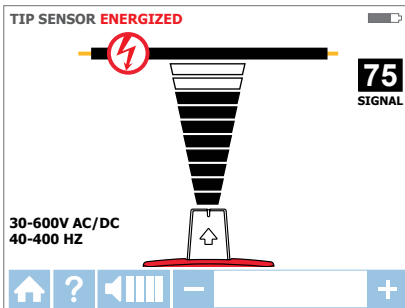

Abbildung 3.2e
2. Wählen Sie den spannungsführenden **SPITZSENSOR**-Modus. Dazu wählen Sie diese Betriebsart mit den Richtungstasten aus, anschließend drücken Sie die gelbe „ENTER“-Taste. Der in Abbildung 3.2e gezeigte Bildschirm erscheint.